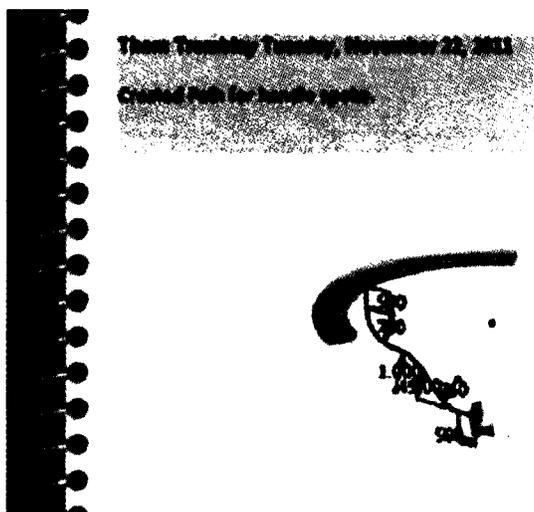

Рис. 7.6. Содержащиеся в блокноте записи показывают историю модели
2. Раскройте в браузере элемент **Notes** и щелкните дважды на **Note 1**, чтобы открыть блокнот (см. рис. 7.6), содержащийся в этом файле.